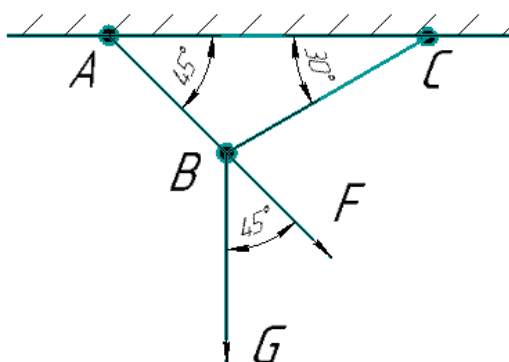

Рисунок 3
1. Выполните чертёж с транспортиром (рис. 3).